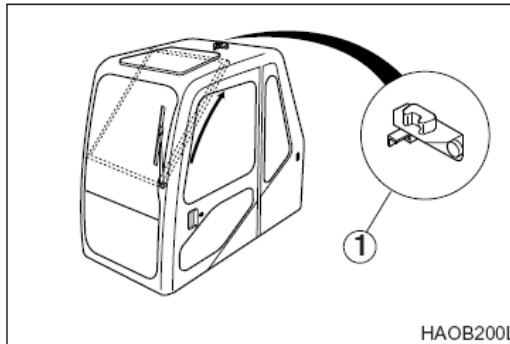

Figura 93
7. Con ayuda de las manivelas de la ventana (una localizada en la parte superior y la otra en la parte inferior), tire hacia arriba hasta abrir por completo la ventana. Asegúrese de haberla fijado con el pestillo correspondiente (1, Figura 93).